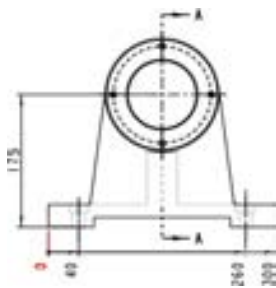

图 5.9.41 标注结果
(3) 单击中键完成尺寸标注。
(4) 按住 **Ctrl** 键，选取上一步创建的纵坐标尺寸和刚刚创建的纵坐标尺寸，然后右击，在弹出的快捷菜单中选择 **对齐尺寸** 命令，结果如图 5.9.41 所示。